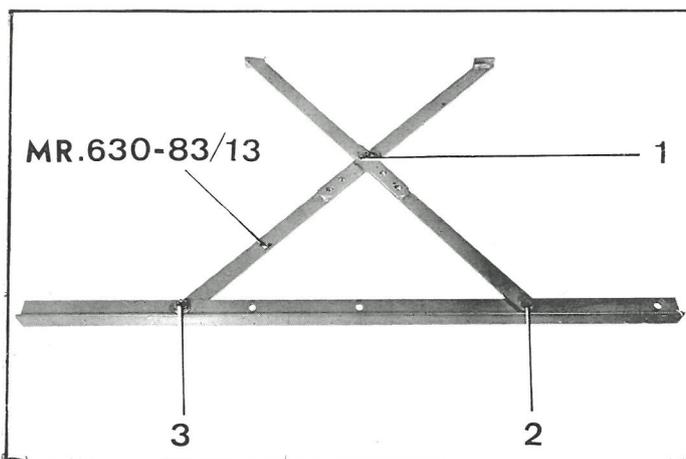

Fig. 3
2. Placer les bras mobiles de l'outil MR. 630-83/13 dans la position correspondante à la porte, en déplaçant les axes (1), (2), (3) (fig. 3).